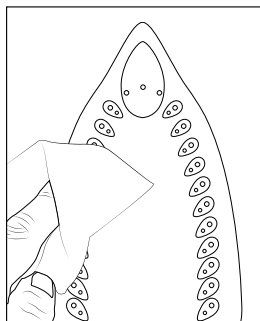

Fig. 1
- ◆ Pulire la piastra 8 con un panno leggermente inumidito (vedere fig. 1).